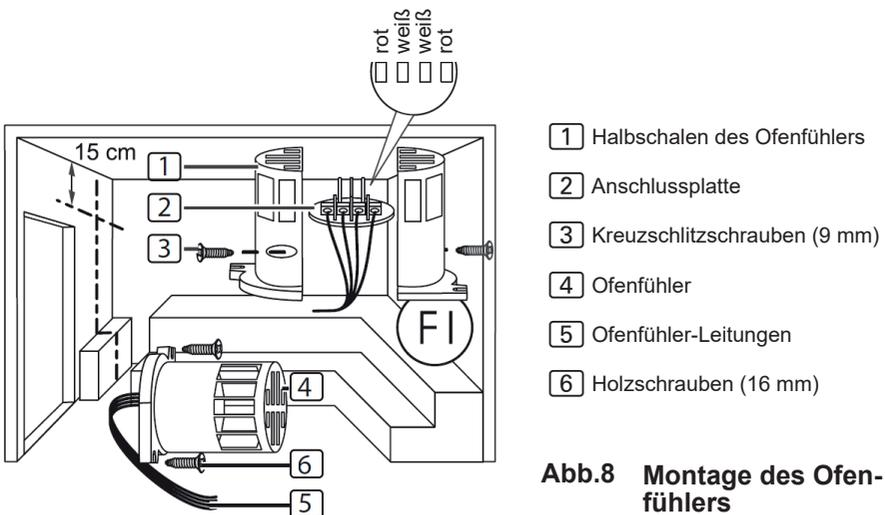

Abb.8 Montage des Ofenfühlers
Zur Montage des Ofenfühlers führen Sie folgende Schritte durch (siehe **Abb.8**):
3. Klemmen Sie die vier Anschlüsse der Ofenfühler-Leitung **5** gemäß der **Abb.8** an.
4. Legen Sie die Anschlussplatte **2** quer (wie in **Abb.8** gezeigt) in die Halbschalen des Ofenfühlers.